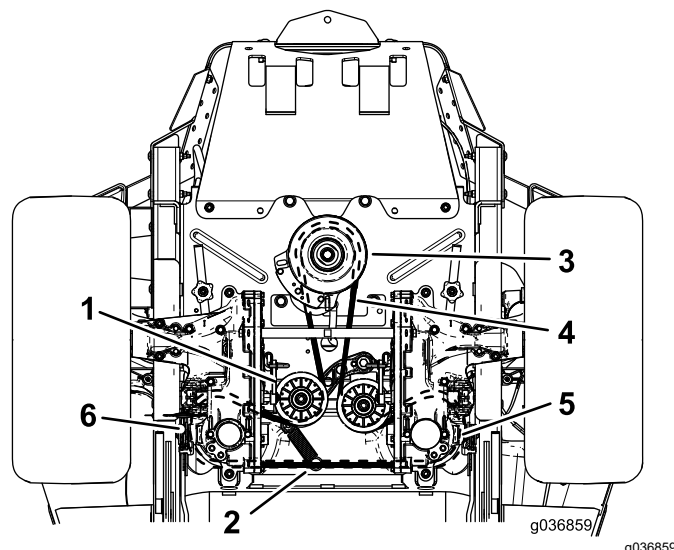

Figure 64
6. Décrochez le ressort de la poulie de tension de son montant (Figure 64).
8. Placez une courroie neuve sur la poulie du moteur et des 2 poulies d'entraînement de la pompe hydraulique (Figure 64).